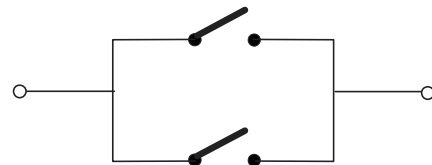

Abb. 24
**Anmerkung:** wenn zwei Vorrichtungen mit Arbeitskontakt dieselbe Funktion haben, müssen sie parallel geschaltet werden (Abb. 24).